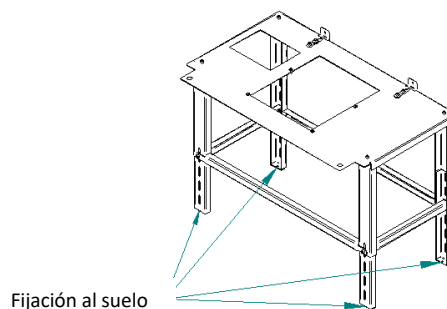

**Figura 5 – Montaje de la mesa auxiliar**
4. Coloque los dos cuadrados a través de la abertura de la mesa y coloque un tornillo y una arandela en cada uno. No apriete los tornillos completamente, sólo lo suficiente para permitir que las escuadras se muevan, Figura 5.